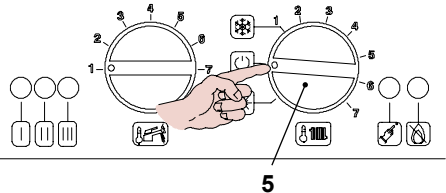

Figura 9.16
- Per uscire dalla funzione SPAZZACAMINO della caldaia posizionare il selettore 5 del pannello comandi come indicato in Figura 9.16.